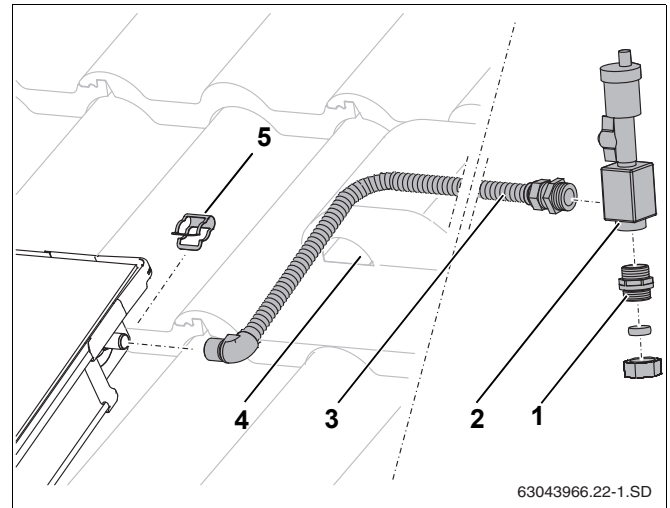

Рис. 56 Монтаж воздушного клапана под крышей
- ▶ Наденьте соединительную трубу (рис. 56, **поз. 3**) на штуцер подающей линии коллектора и зафиксируйте зажимом (рис. 56, **поз. 5**).
- ▶ Проведите трубу вместе с проводом датчика через черепицу с вентиляционным отверстием (рис. 56, **поз. 4**) и изоляцию кровли.
- ▶ Заверните соединительную трубу (рис. 56, **поз. 3**) и двойной ниппель (рис. 56, **поз. 1**) в воздухосборник (с кольцевым уплотнением).
- ▶ Подсоедините сборную линию к двойному ниппелю с зажимным кольцом (рис. 56, **поз. 1**).